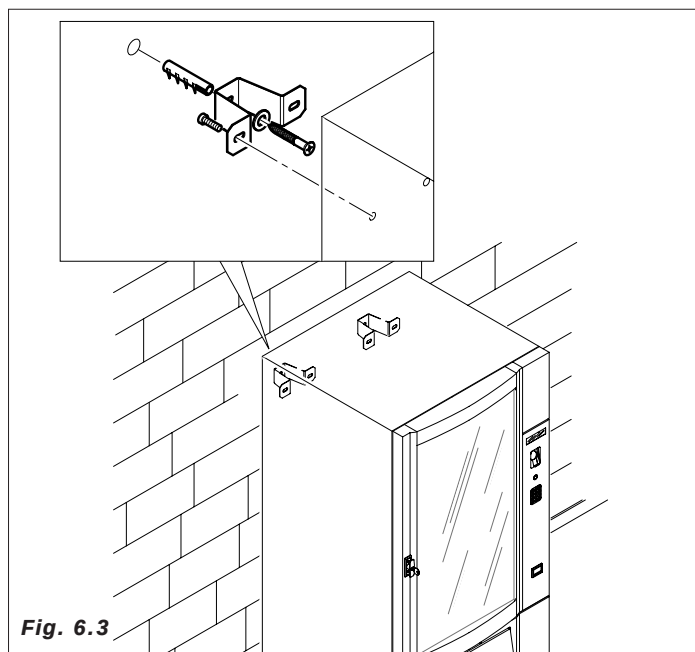

Fig. 6.3
- Se aconseja fijar el distribuidor al muro, utilizando las dos abrazaderas en dotación. Fijarlas antes al distribuidor (fig. 6.3) y luego al muro.